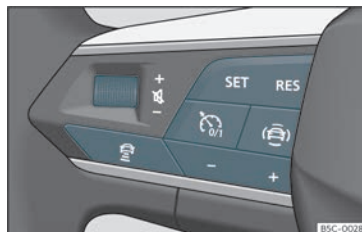

Fig. 156 No volante multifunções: botões para utilizar o ACC
O seu veículo dispõe de ACC se dispõe do menu de configuração no sistema Infotainment»» Página 94, e se dispõe dos botões próprios da função ACC no volante multifunções»» Fig. 156.
- Para começar a regulação pressione o botão **SET** » **Fig. 156**.
Para programar a velocidade pressione os botões + ou - >>> Fig. 156 até à velocidade pretendida. O ajuste de velocidade realiza-se em intervalos de 10 km/h (5 mph).
- Pressione o botão e, em seguida, o botão + ou - >>> Fig. 156.